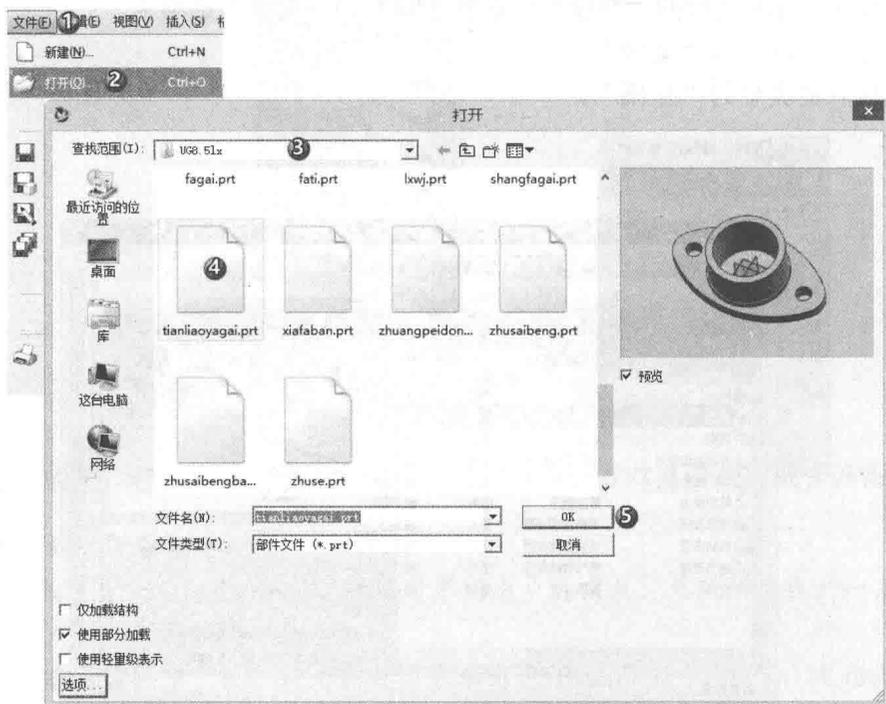

图 1-7 “打开”对话框
(1) 单击“文件”菜单。
(2) 选择下拉菜单中的“打开”菜单命令或单击“标准”工具条中的“打开”按钮 ，打开如图 1-7 所示的“打开”对话框。
(3) 在“查找范围”下拉列表框中选择部件文件所在的目录。
(4) 在该目录中选择要打开的部件文件。该部件文件选择后高亮显示，并在右侧的预览区域显示该部件模型。同时，“文件名”下拉列表框显示该部件文件的名称。
(5) 确认选择正确后单击 OK 按钮，系统关闭对话框并打开所选文件。